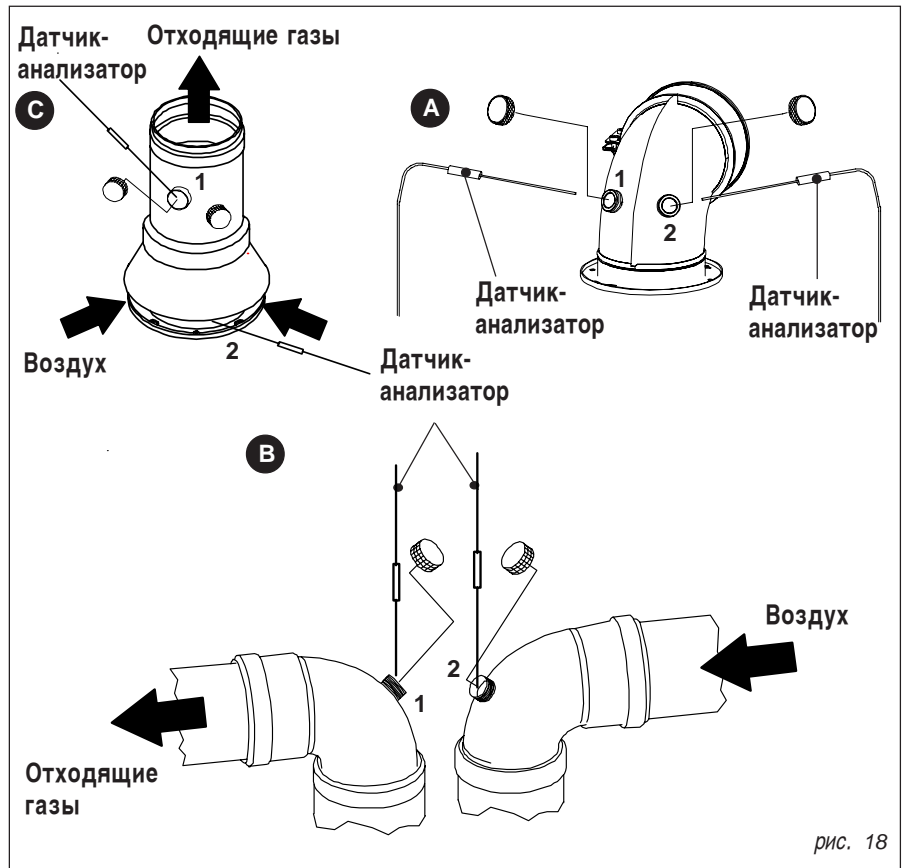

рис. 18
- показатель температуры воздуха, забираемого из соответствующего отверстия 2 (см. рис. 18)
- показатель температуры отходящих газов и CO₂ полученного из отверстия 1 (см. рис. 18).